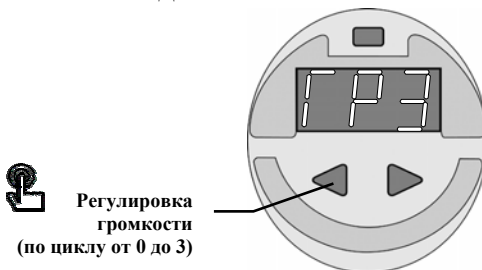

Рис.8. Настройка громкости
4. Отпустить кнопку после получения наиболее удобной из четырех возможных градаций громкости. (Рис.8).